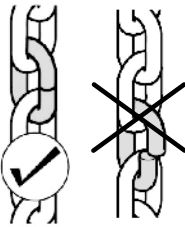
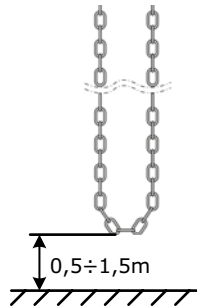

Figure 6
Figure 7
- la chaîne est assemblée et désassemblée à l'aide de maillons spéciaux (Fig. 6). Le bord de la chaîne de commande manuelle de secours en état assemblée doit se situer à une hauteur de 0,5 à 1,5 mètre (Fig. 7). Raccourcissez la chaîne si nécessaire. Longueur maximale de la chaîne fournie en kit de commande est de 10 m. Si la chaîne n'est pas assez longue, vous devriez acheter une chaîne supplémentaire de la longueur requise.